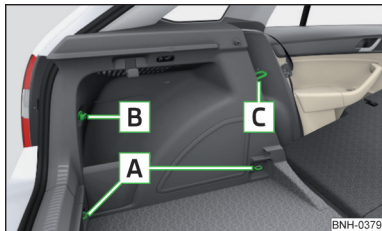
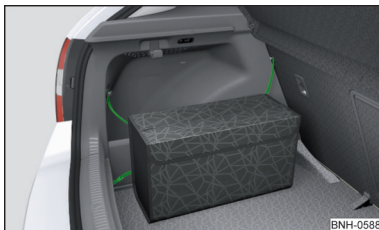

Fig. 86
Fig. 89
**Prezentarea generală a elementelor de prindere » fig. 86**
Buzunarul » fig. 89 poate fi fixat pe elementele de fixare **A**, **B** și **C** » fig. 86 la pagina 76.